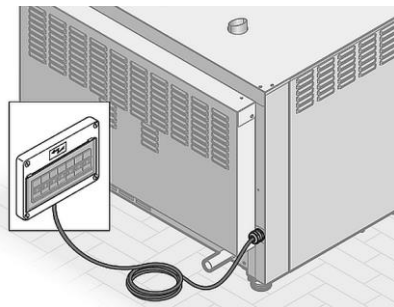

Fig. 12
- Il est recommandé de réaliser le raccordement avec une armoire électrique et un interrupteur facilement accessible, intégrés conformément aux dispositions en vigueur dans le pays d'installation (fig. 12). Il est également possible d'installer une prise adaptée.